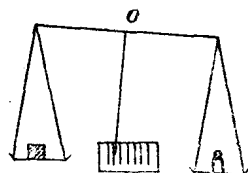

图 1-13
10. 用一架天平称量物体的质量,这架天平已经达到平衡。由于外界振动,使天平横梁向一侧倾斜,如图1-13所示。对于这一现象有以下几种说法,其中正确的说法是